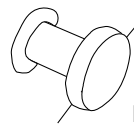

Figura 4
- Para drenar la unidad, coloque una charola debajo del tapón exterior de desagüe, jale el tapón de desagüe hacia afuera (figura 4) y gírelo hasta que apunte hacia abajo, esto permitirá que el agua fluya a la charola.